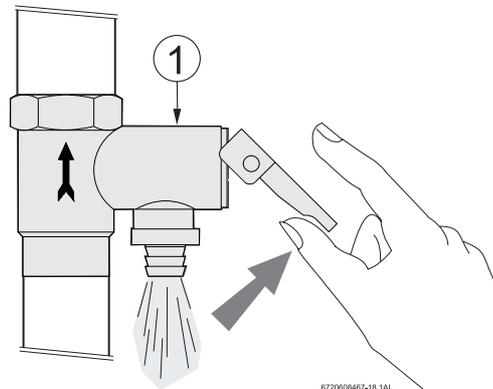

Fig. 31 Purga
- Active manualmente la válvula de sobrepresión por lo menos una vez al año (véase Fig. 31).